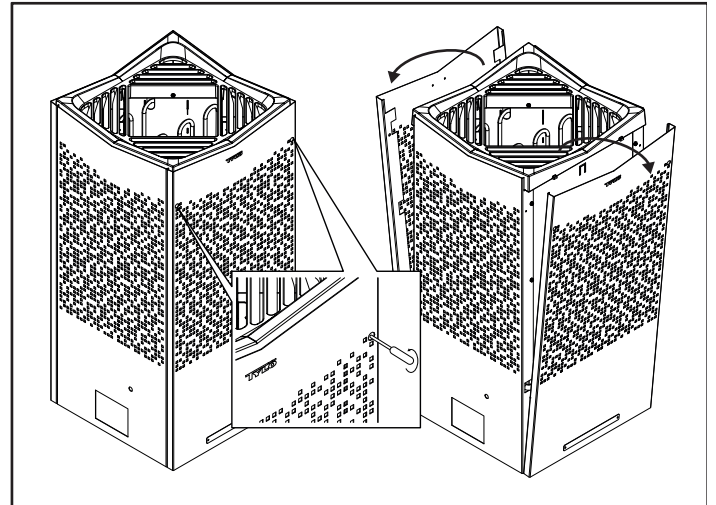

Abbildung 7: Lösen Sie die verdeckten Schrauben, Torx 20, und nehmen Sie die Vorder- und Rückwandelemente ab.
1. Heben Sie die Vorder- und Rückwandelemente ab (siehe Abbildung 7).